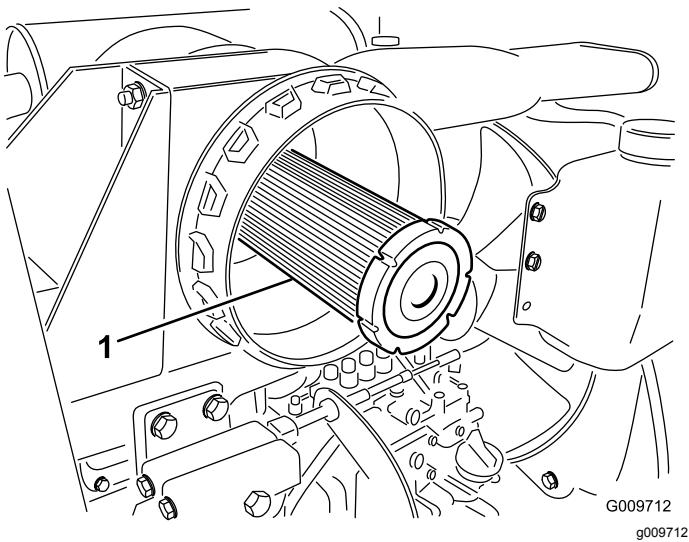

Bild 35
**Wichtig:** Versuchen Sie nie, den Sicherheitsfilter zu reinigen (Bild 35). Tauschen Sie den Sicherheitsfilter bei jeder dritten Wartung des Hauptluftfilters aus.